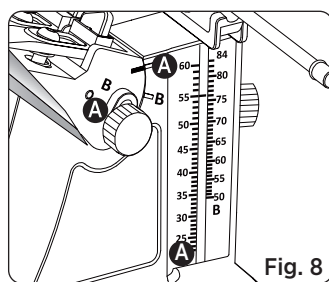

Fig. 8
4. Obróć pokrętko blokady kąta, aby przesunąć pręt podporowy w górę lub w dół, aż czerwona linia wyrówna się z żądanym kątem na skali (Patrz Fig. 8). Następnie mocno dokręć pokrętko blokady kąta.